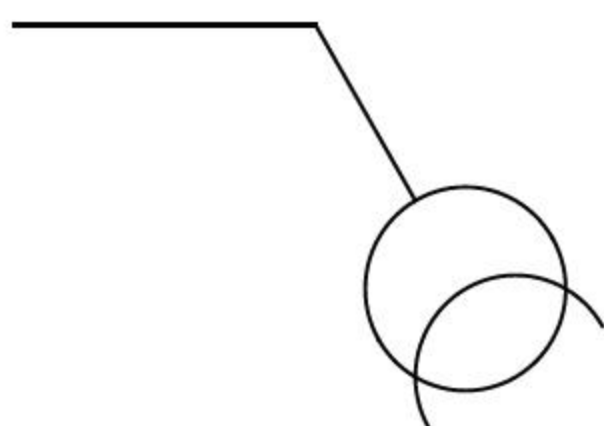

图4-67 打开素材
**01** 单击快速访问工具栏中的【打开】按钮, 打开本书配备资源中的“素材\第4章\4-8 旋转带隔离变压器的电源插座.dwg”文件, 如图4-67所示。